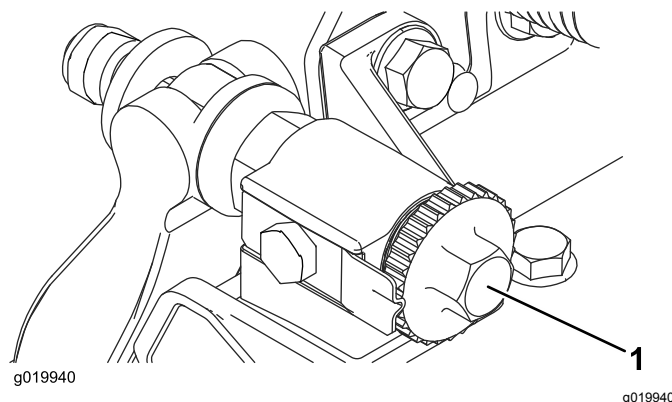

Рисунок 8
2. Поверните регулировочные винты неподжного ножа против часовой стрелки, чтобы неподжный нож не касался барабана (Рисунок 8).